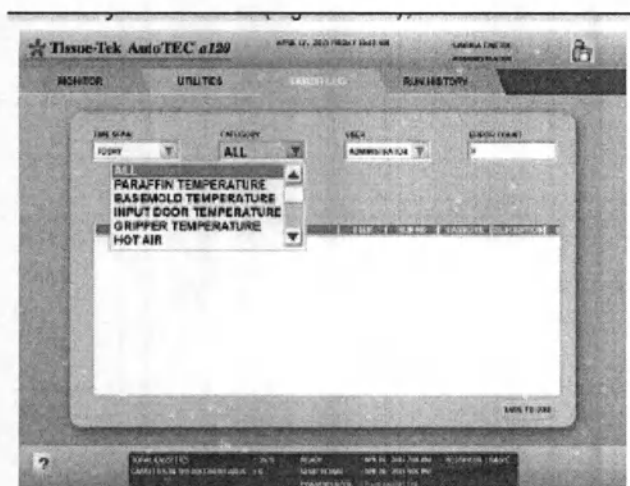

Рисунок 4DD
- по категориям (CATEGORY) (рис. 4DD),